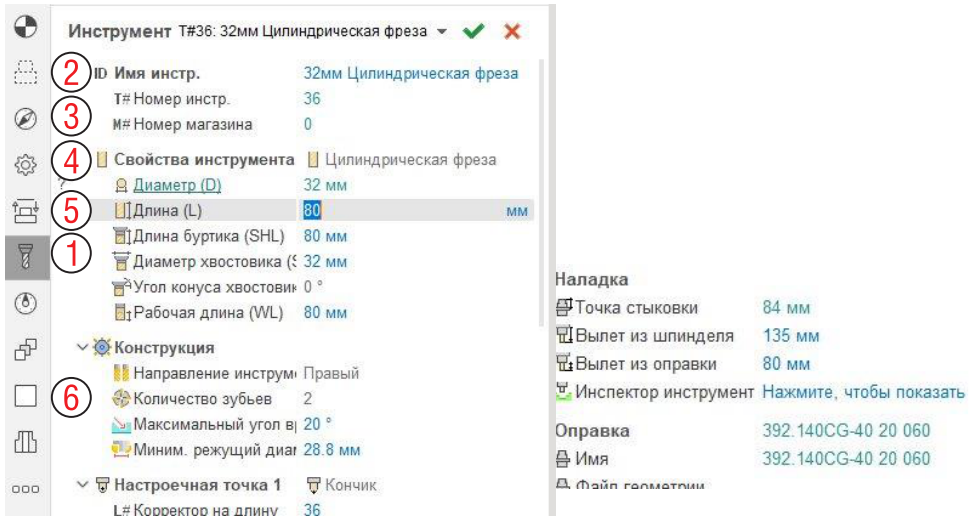

Рис. 1-16. Параметры инструмента на вкладке Инструмент.
Перейдите на вкладку Инструмент (1) и задайте длину 80 мм (рис. 1-16). Чтобы изменения вступили в силу, надо нажать на зеленую птичку.
Также сразу добавим оправку (Т.К. СПРУТКАМ уже при расчете траектории выполняет ряд проверок). Задайте оправку как на рис. 1-16а. Снова надо нажать на зеленую птичку.